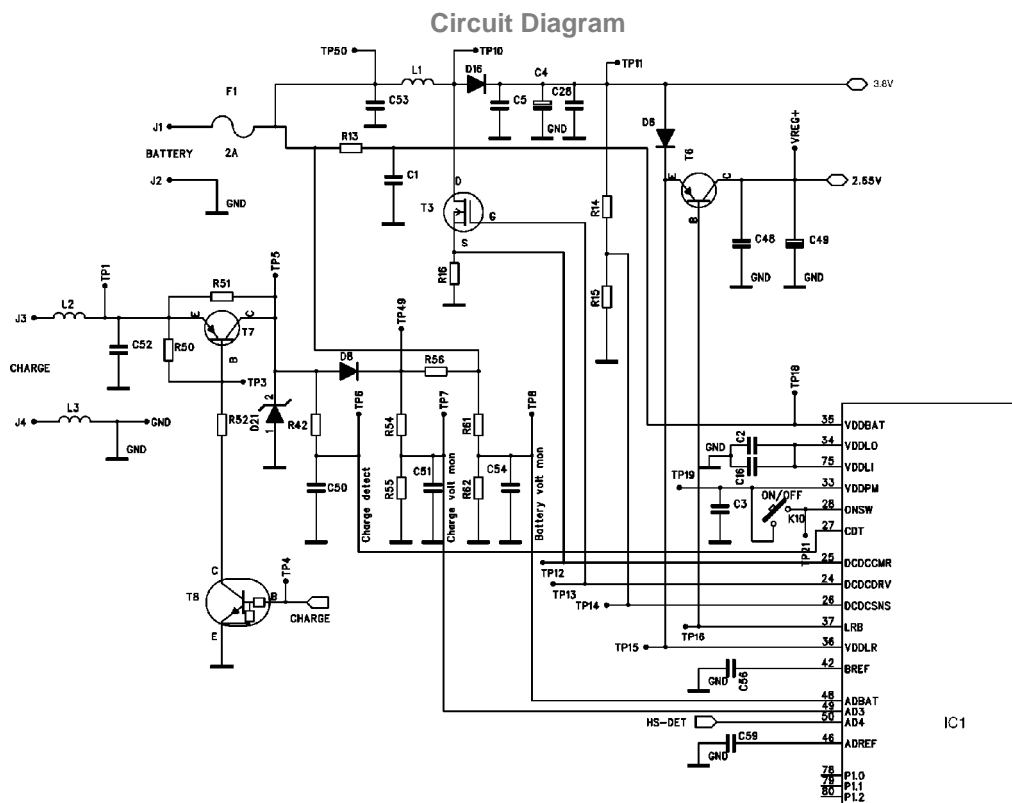

Fig. 27
6.1.12. BATTERY SUPPLY (SEE Fig. 27)
6.1.13. 2.65V REGULATOR (SEE Fig. 27)
6.1.14. BATTERY CHARGING CIRCUIT (SEE Fig. 27)